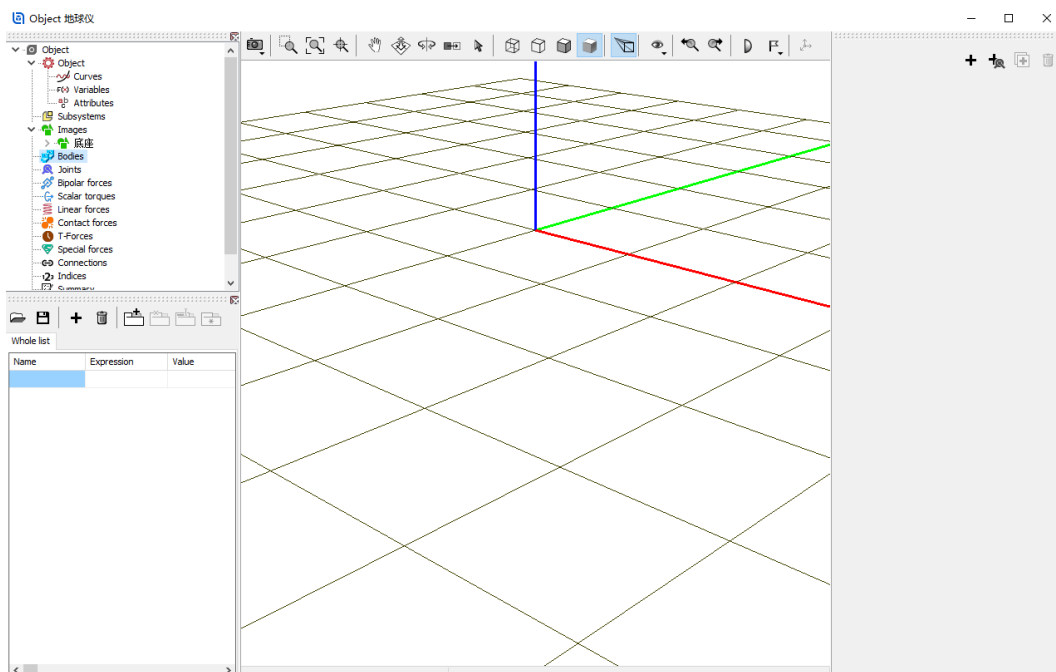

图 2-9
- 3) 选中左侧模型树中的 **Bodies**，然后在右侧交互界面点击按钮 **+**，如图 2-9。